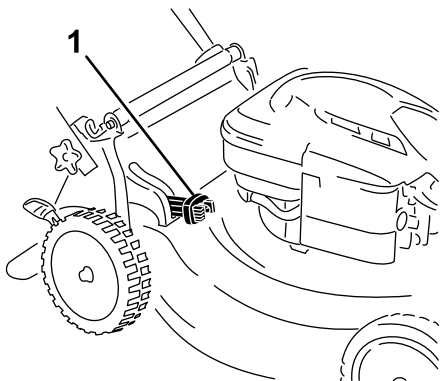

Bild 21
- Zum Sammeln des Schnittguts und Laubs drücken Sie die Taste am Hebel für den zuschaltbaren Fangkorb und bewegen den Hebel nach vorne, bis die Taste am Hebel herauspringt (Bild 21).